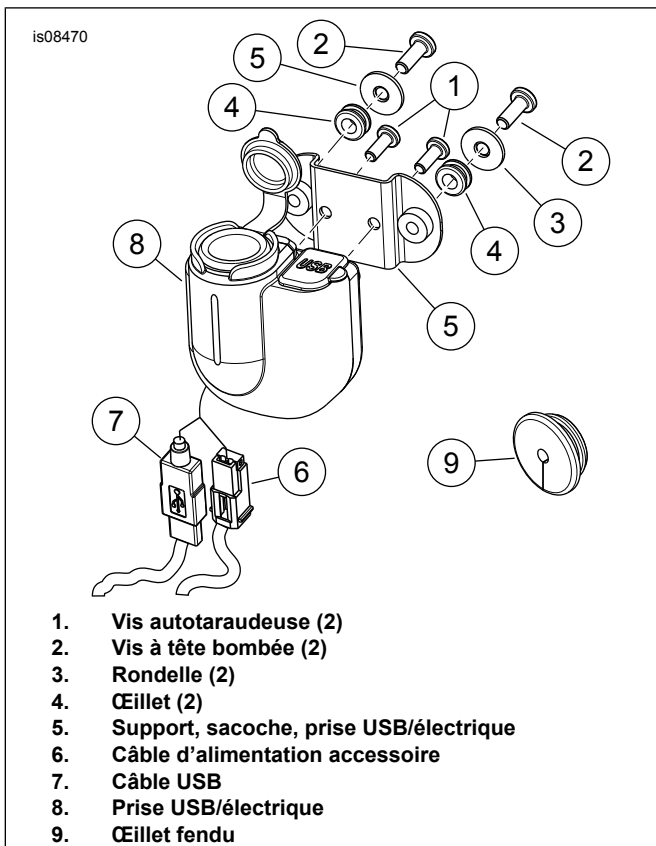

Figure 6. Installation de la prise USB/12 volts de sacoche
4. À l'aide du support (5) utilisé comme gabarit, marquer les emplacements des deux trous de montage. Marquer l'emplacement pour l'ouverture traversée par la prise électrique avec un poinçon.
5. Voir Figure 6. Installer le support (5) sur la prise USB/électrique (8) en l'attachant avec les vis (1).
7. Installer un œillet en caoutchouc (4) dans chacun des trous de montage de 9,5 mm (0.38 in) de la prise électrique percés à l'étape précédente.
8. Placer une rondelle (3) sur les filets de chaque vis (2). Introduire les vis à travers les œillets et mettre une seconde rondelle sur les filets des vis.
9. Installer la prise USB/électrique (8) sur la paroi latérale de sacoché avec des vis (2). Serrer à un couple de 2,8–3,3 N·m (25–30 **in-lbs**).
10. Acheminer le câble d'alimentation accessoire (6) et le câble USB (7) et le faisceau hors du trou de 16 mm (0.62 in) dans la paroi latérale de sacoche.
11. Installer l'œillet fendu (9) avec l'extrémité large orientée vers le connecteur. Emboîter l'œillet sur le faisceau de la prise électrique à l'extérieur de la sacoche. Pousser l'œillet dans le trou de fil.